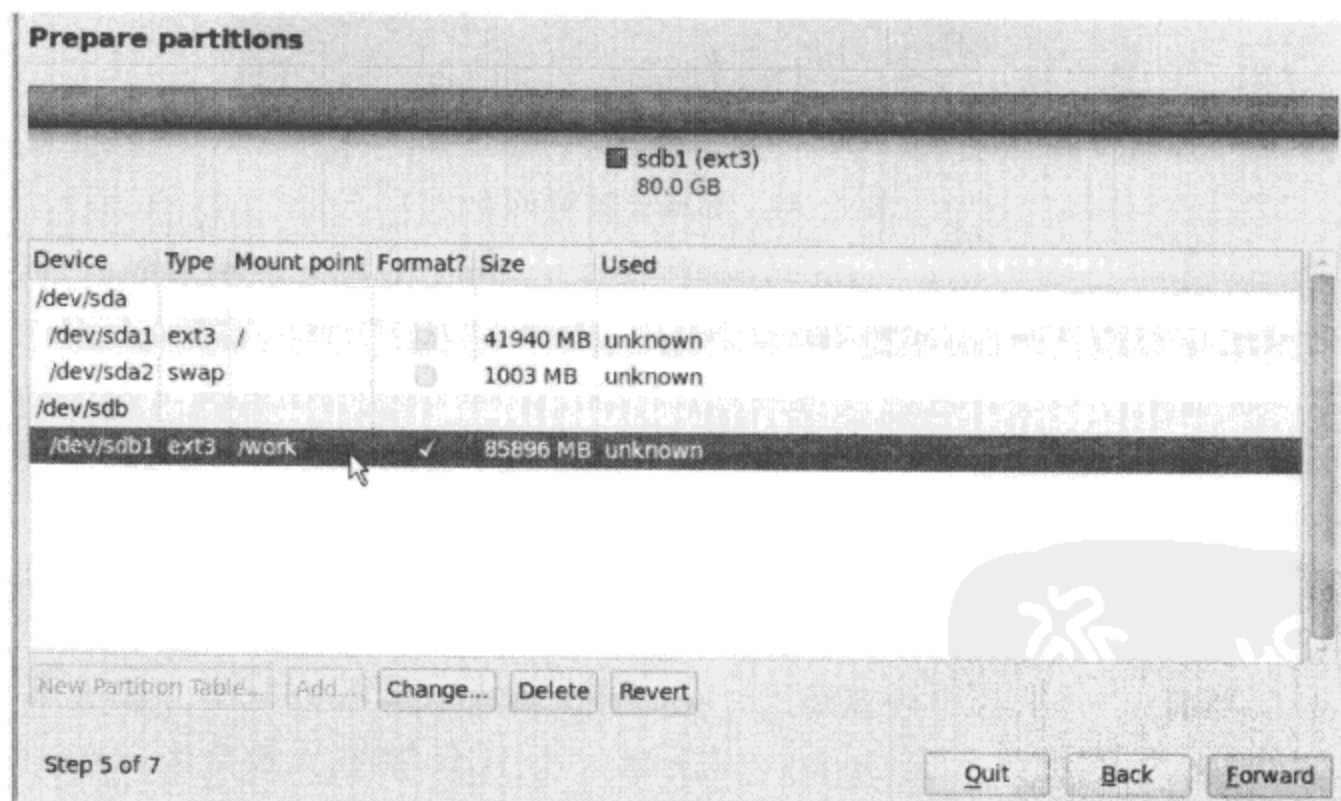

图 4-23 对虚拟机硬盘进行分区
(4) 在分区界面中,将第一个硬盘(/dev/sda)分为两个区:/dev/sda1 分区大小 39GB,挂载 root 目录(/),文件系统为 ext3;/dev/sda2 分区大小 1GB,挂载交换分区.swap)。将第二个硬盘(/dev/sdb)划分为一个分区(/dev/sdb1),大小 80GB,挂载/work 目录,文件系统为 ext3。如图 4-23 所示。